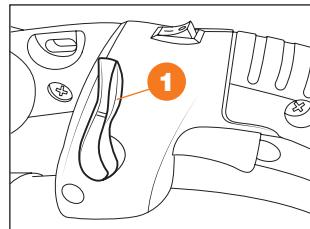

Рис. 18
- Для продолжительной работы, устанавливайте максимальную скорость двигателя и блокируйте её фиксатором ① (Рис. 18).